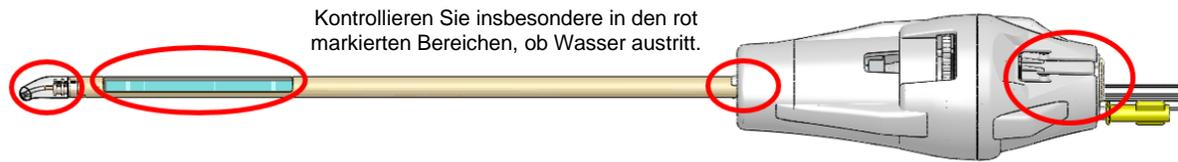

Abbildung 48: Bereiche, die auf Wasserundichtigkeiten im UA untersucht werden müssen
7. **Urologe:** Überprüfen Sie den UA entlang der Schaftlänge sorgfältig auf Wasserlecks und achten Sie dabei auf die in *Abbildung 48* dargestellten Bereiche. Wenn Sie Wasser sehen, ist der UA defekt und darf nicht verwendet werden.